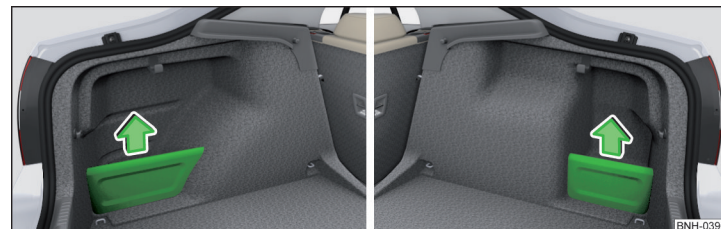

Abb. 92 Ablagefachabdeckung links/rechts abnehmen
- Zum **Abnehmen** die Abdeckung am oberen Teil fassen und in Pfeilrichtung abnehmen » Abb. 92.